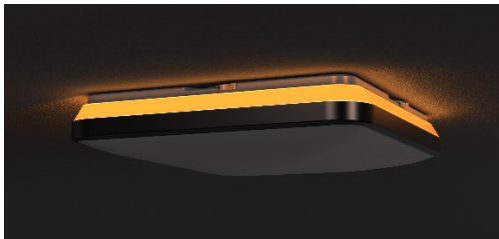

Figure 14
10. Pour déclencher le mode veilleuse à partir du mode downlight normal: allumez l'interrupteur d'éclairage, puis éteignez-le, puis rallumez-le dans la seconde qui suit, le mode nuit sera activé. Faites de même pour revenir au mode d'éclairage normal (voir Figure 14).